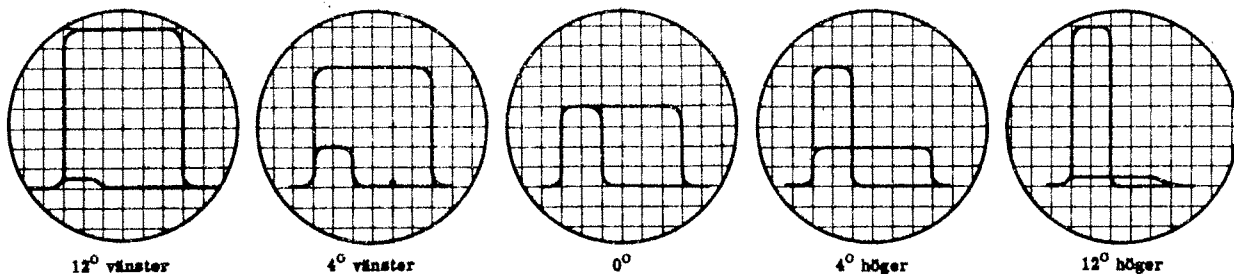

Bild 14.
60. Vrid karossen till motsatta ändläget, och observera hur t ex den korta pulsen minskar i amplitud under det att den långa ökar. Se bild 14. Vid ytterläget skall den korta pulsen i det närmaste vara försvunnen.